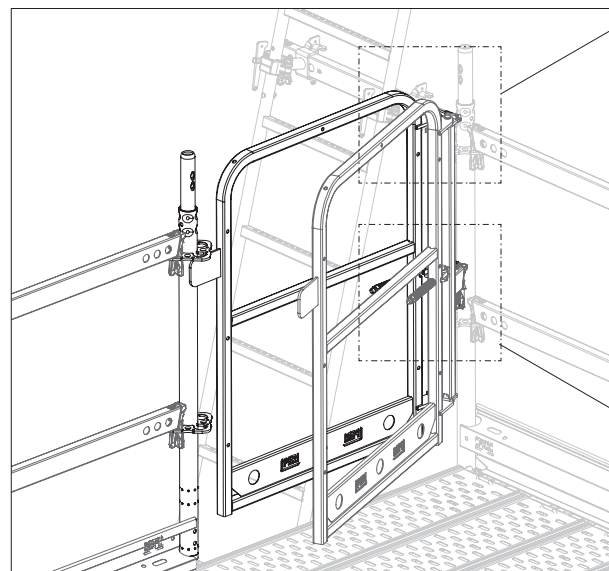

Fig. A5.12a
1. Fissare la porta di sicurezza con il cuneo (35.2) e la staffa di aggancio (35.3) alle rosette del montante verticale. (Fig. A5.12a – A5.12c)